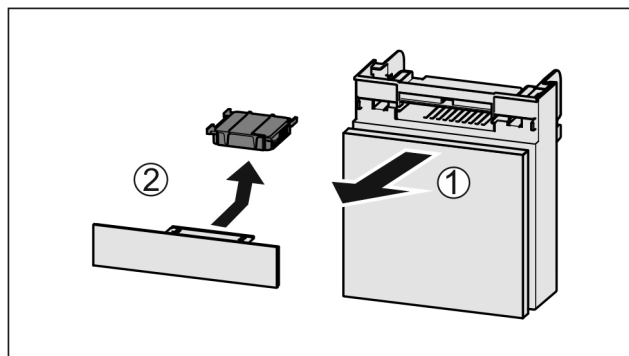

Fig. 181
- Tërhiqni kutinë nga përpara Fig. 181 (1).
- Hiqni filtrin me karbon aktiv Fig. 181 (2).